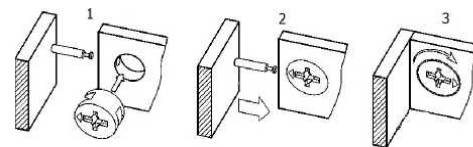

Рис. 4 - Соединение эксцентриковой стяжкой
**2.2** Соедините царгу правую (2) и царгу левую (3) с изножьем (4) при помощи шкантов и усиленных эксцентриковых стяжек между собой, завернув эксцентрики до плотного присоединения деталей. (Рис.4).
**2.4** Приставте к собранной части спинку (1) и при помощи шкантов и усиленных эксцентриковых стяжек соедините между собой, завернув эксцентрики до плотного присоединения деталей. (Рис.4).